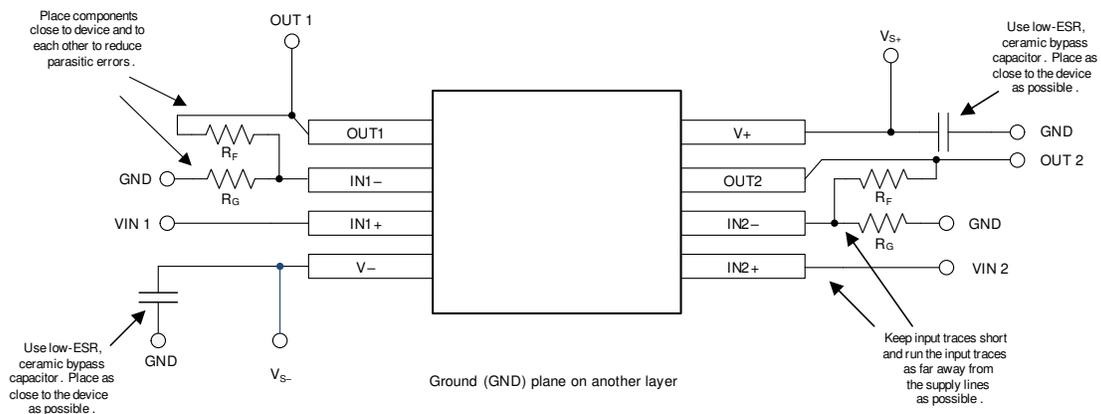

图 11-2. 布局示例
- 外部元件的位置应尽量靠近器件，如图 11-2 中所示。使  $R_F$  和  $R_G$  接近反相输入可最大限度地减小寄生电容。